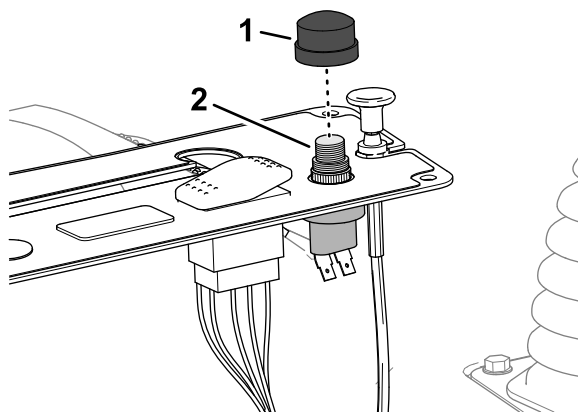

Figura 17
3. Enrosque el botón del interruptor en el interruptor del claxon (Figura 17).